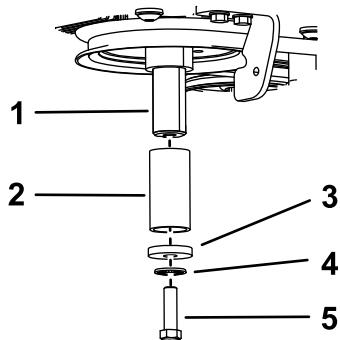

Figura 90
- C. Aplique compuesto antigripante al cigüeñal, y luego instale el perno, la arandela, la arandela de muelle y un espaciador (Pieza Toro Nº 136-5411) en el eje (Figura 90).